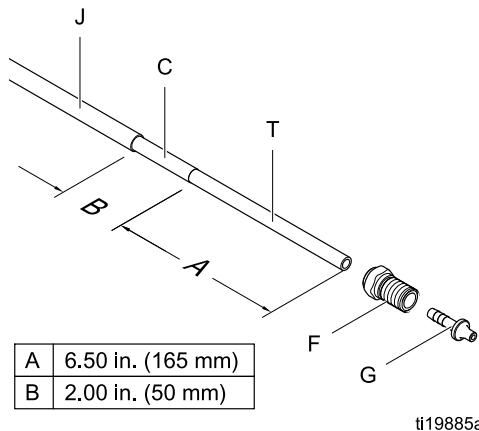

Figure 12 Габариты экранированного шланга 24M732 в пистолете
2. Для надлежащей установки шланга для жидкости его необходимо зачистить и собрать в соответствии с данными о размерах, приведенных на рис. 12. Нанесите диэлектрическую консистентную смазку на внутреннюю трубку (T) шланга. Установите фитинг (F) на трубку (T). Прижмайтe зазубренный фитинг (G) к трубке, пока его буртик не будет установлен в нижней части трубы. Новый шланг производства компании Graco для водорастворимых жидкостей материалов поставляется полностью в собранном виде в соответствии с указанными габаритами.